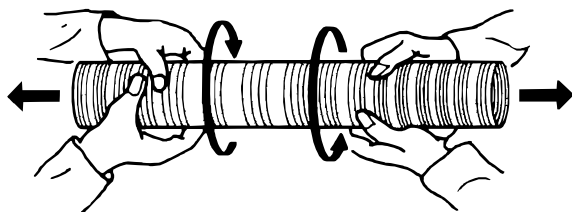
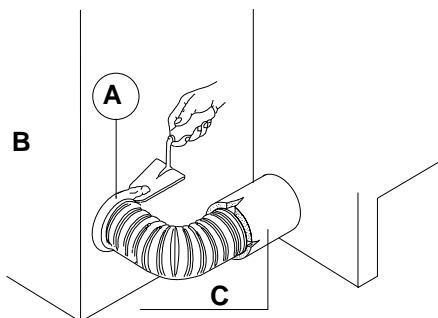

Fig. 5.6.1.1
Fig. 5.6.2.1
Si consiglia di applicare la scatola ventilatore a piè d'opera in modo da poter lavorare più facilmente in assenza del rivestimento. Togliere le viti **A** (Fig.5.6.1), stendere un filo di silicone resistente alle alte temperature, fornito con il kit ventilatore, sopra la guarnizione della scatola porta ventilatore. Fissare la stessa alla flangia dello scambiatore di calore, inserendo l'aletta posteriore **B** (Fig.5.6.2) nell'apposito supporto **C** (aletta superiore) spingendola a fondo battuta e verso l'alto; inserire le viti **A** nelle asole della staffa e avvitare fino al fissaggio del cassetto porta ventilatore.
Tenere il tubo flessibile Ø 140 alle due estremità e tirare per allungare il tubo fino a circa 150 cm. Accompagnare la trazione con un movimento rotatorio delle due estremità l'una in senso opposto all'altra (Fig. 5.6.1.1). Tagliare il tubo con un coltello o una forbice alla lunghezza desiderata.
5.6.2 Collegamento del ventilatore (Fig. 5.6.1)
Collegare i tubi flessibili ai raccordi della scatola dell'elettroventilatore fissandoli con le fascette, previa sigillatura con silicone. Inoltre stuccare con malta i collegamenti tra i tubi e la muratura **A** (Fig.5.6.2.1: **B**-sigillare, **C**-coibentazione).
Hold the diameter 140 flexible pipe at each end and pull on it so as to lengthen the pipe to about 150 cm. Turn the two ends in opposite directions while pulling (Fig. 5.6.1.1). Cut the pipe with a knife or scissors to the desired length.
Connect the flexible pipes to the fan box connections and secure them with the clamps, after sealing with silicon. Also apply mortar to the connections between the pipes and the masonry **A** (Fig. 5.6.2.1: **B**-seal, **C**-insulation).